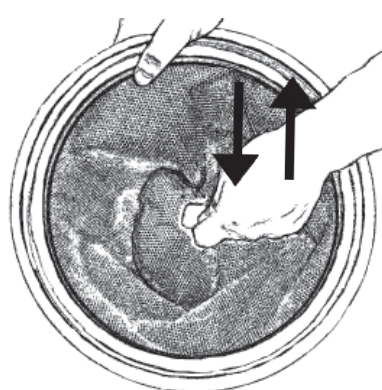

Abb. 22
1. Setzen Sie den gewaschenen/ausgeschüttelten Beutelfilter in den Behälter ein, Abb. 22. Stellen Sie dabei sicher, dass die Filterunterstützung genau in die Innenkante des Behälters passt. Stellen Sie sicher, dass der Filter richtig herum eingesetzt ist – die Stoffflasche am Filter sollte sichtbar sein.